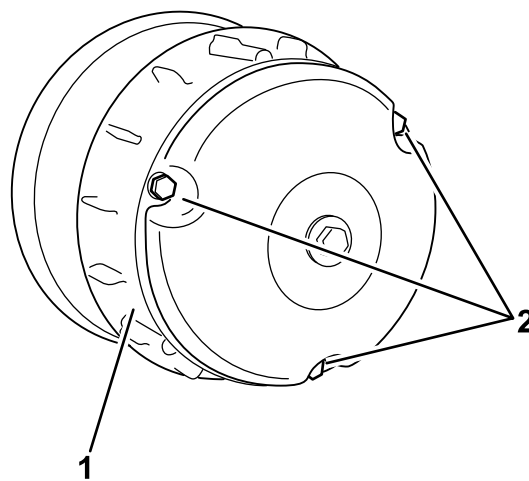

Figura 58
- Instale la cubierta del embrague, fijándola con los 3 pernos (Figura 58) que retiró en 2.
- Retire los 3 pernos que sujetan la cubierta al embrague, y retire la cubierta (Figura 58).